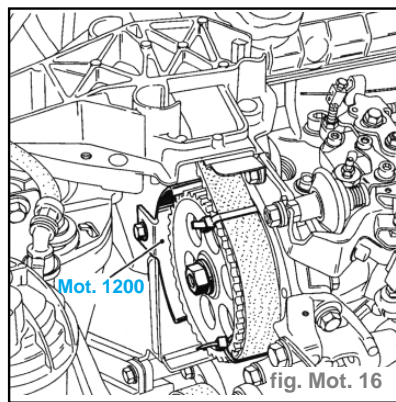

fig. Mot. 16
- Mettre en place l'outil de maintien de poulie de pompe injection (**Mot. 1200** et **1200-01** suivant le moteur). (fig. Mot. 16)
- Mettre en place l'outil **Mot. 1200-01**. (fig. Mot. 16)
- Mettre en place l'outil **Mot. 1200-01** d'immobilisation de poulie. (fig. Mot. 16)
- Mettre en place l'outil **Mot. 1200-01** d'immobilisation poulie. (fig. Mot. 16)
- Retirer l'outil d'immobilisation poulie **Mot. 1200**. (fig. Mot. 16)